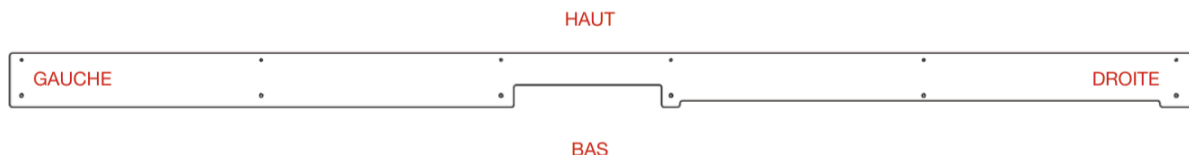

Figure 7 Positionnement du contour (#1)
- Préparer le positionnement du contour du haut #1 pour l'échangeur, selon la Figure 7.